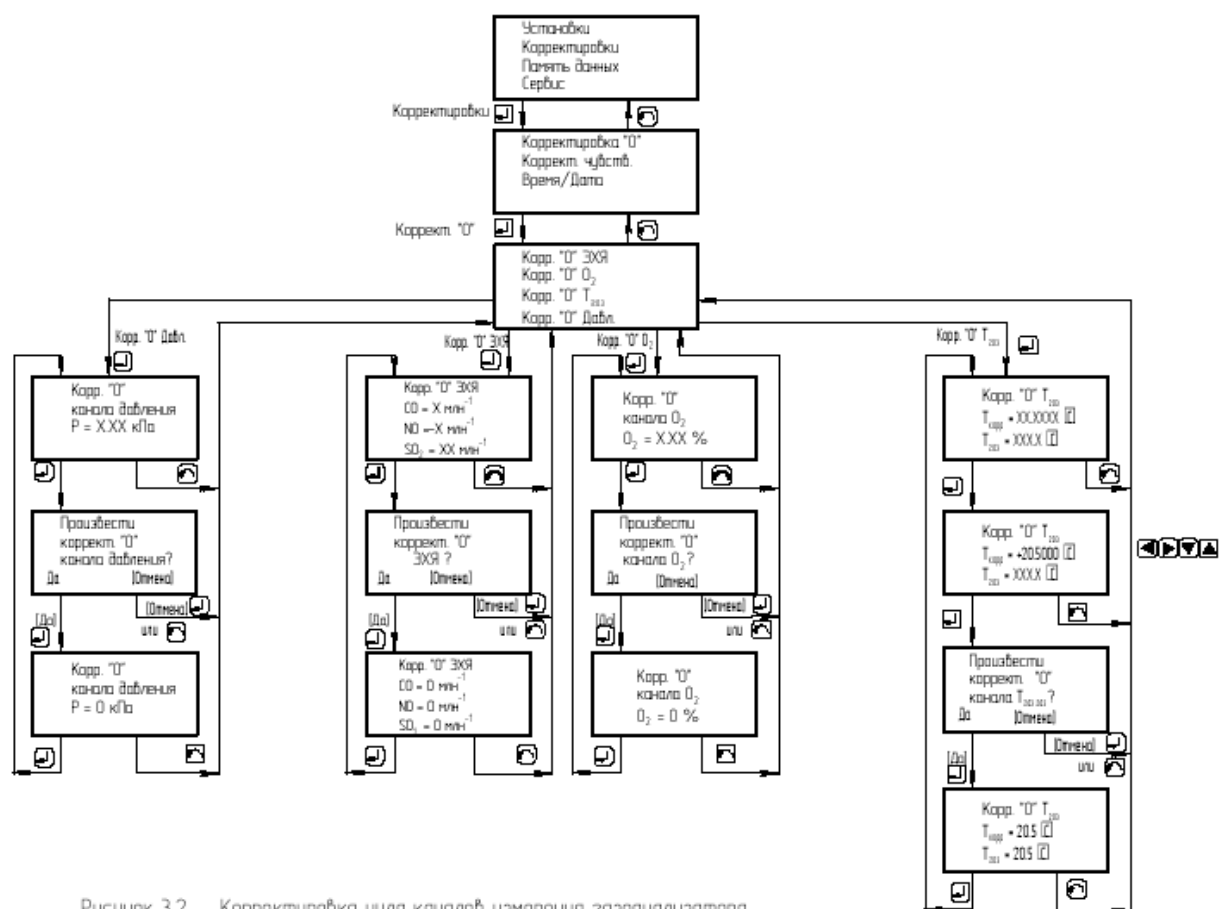

Рисунок 3.2 – Корректировка нуля каналов измерения газоанализатора
3 По истечении времени подачи ПГС выбрать пункт меню «КОРРЕКТИРОВКИ→КОРРЕКТ. «0»→КОРР.«0» O2» (рисунок 3.2). На ЖК-индикаторе появится сообщение
2) по истечении указанного времени выбрать пункт меню «КОРРЕКТИРОВКИ→КОРРЕКТ. «0»→КОРР. «0» Тгаз» (рисунок 3.2).
2) поместить пробозаборник на атмосферный воздух, отключить побудитель расхода. Выбрать пункт меню «КОРРЕКТИРОВКИ→КОРРЕКТ. «0»→КОРР.«0» ДАВЛ.» (рисунок 3.2). На ЖК-индикаторе появится сообщение